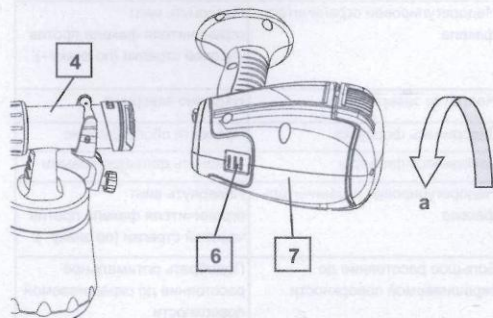

Рис. 10
2. Далее, по мере увеличения усилия нажатия на клавишу, игла форсунки 1 (см. рис.10) начнет открывать отверстие смесителя 16 и появится факел. С увеличением усилия нажатия плотность взвеси лакокрасочного материала в факеле увеличивается.
6. Разъедините распылитель 4 (см. рис.10) и компрессор 7. Для этого утопите до упора клавишу замка 6 и поверните компрессор по стрелке а.